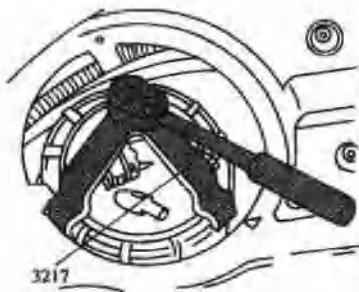

图1.18 拆卸燃油泵(二)
- ④ 用扳手3217拆卸管接螺母，拆卸凸缘及油箱孔口的密封件。如图1.18所示。